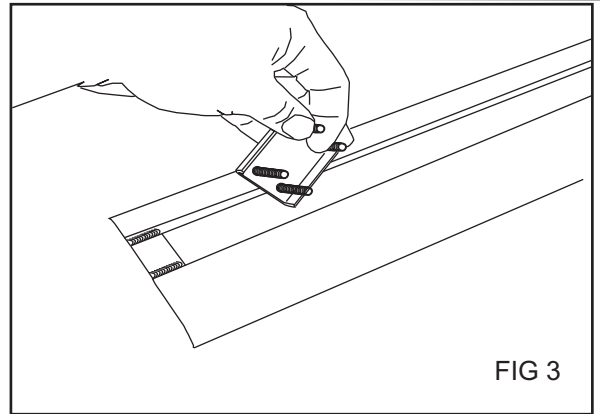

FIG 3
- STEP 6. To install oval step tubes, use mounting hardware packaged with step tubes. Insert M6 bolt plates into the oval tube as shown . Place bolts through the corresponding mount holes into the brackets. Attach with M6 flat washers and M6 lock nuts. **SEE FIGURE 3,4,5.**
- ETAPE 6. Pour installer des tubes ovals étape, utiliser le matériel de montage fourni avec tubes étape. Insérez le boulon M6 plaques dans le tube ovale comme montré. Placez les boulons dans les trous correspondants de montage dans les supports. Fixez avec M6 rondelles plates et écrous M6. **VOIR LA FIGURE 3,4,5**